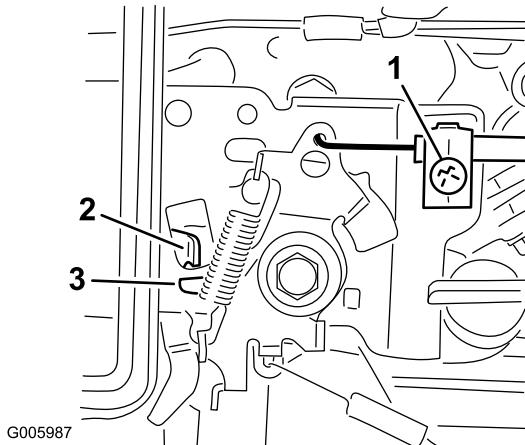

Figure 11
- C. Déplacez la manette d'accélérateur sur le moteur jusqu'à ce qu'elle touche la manette de starter (Figure 11).
D. Resserez la vis de fixation (Figure 11).